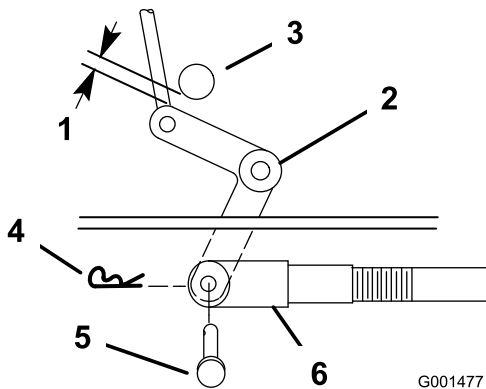
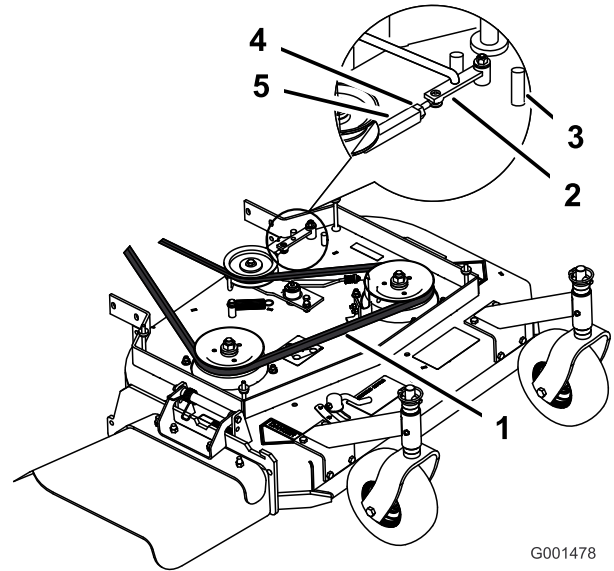
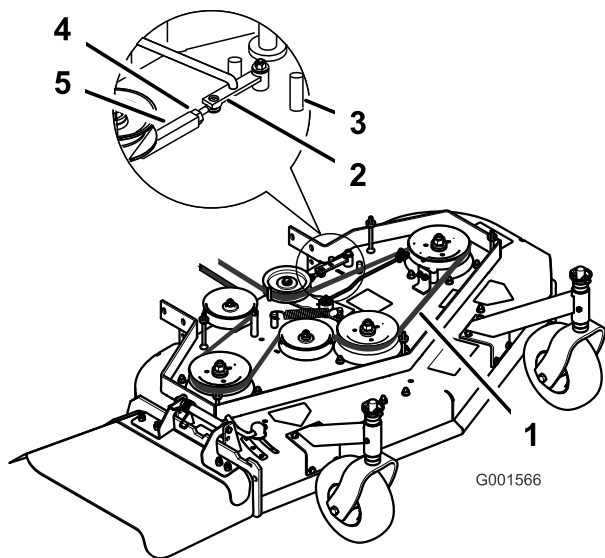

Figura 33
Figura 34
Figura 35
9. Compruebe la distancia entre la palanca acodada y el eje de salida de la transmisión (Figura 33).
11. Gire la horquilla en el sentido de las agujas del reloj para aumentar la distancia; gírela en el sentido contrario para reducirla (Figura 33).
Nota: Si el brazo no entra en contacto con el tope delantero de la carcasa del cortacésped (Figura 34 o Figura 35), ajuste la horquilla para acercar la palanca acodada al eje de salida de la transmisión (Figura 33).